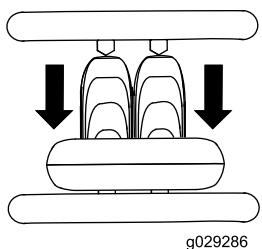

Рисунок 8
- Чтобы начать движение назад, переместите рычаг управления тягой назад (Рисунок 8).